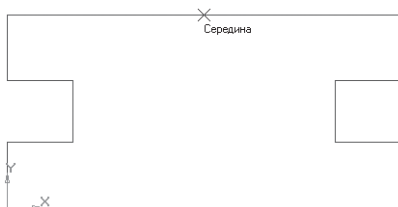

Рис. 44
- ведите курсор мыши по линии до тех пор, пока его «ловушка» не захватит объект (рис. 44);